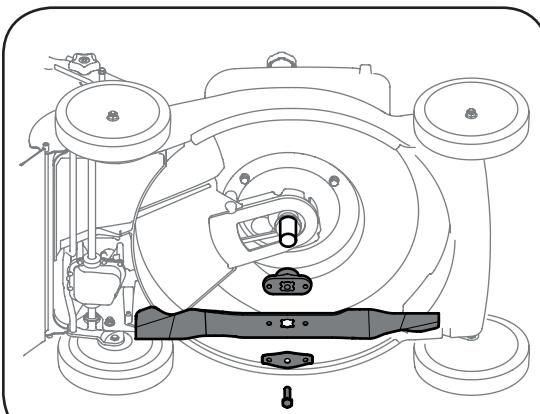

Figura 5-3: Quite el perno, soporte, cuchilla y adaptador para acceder a la cuchilla y componentes de abajo.
2. Retire del cigüeñal del motor el perno, el soporte de campana de la cuchilla, la cuchilla y el adaptador de la cuchilla, Figura 5-3.
4. Quite la cuchilla, el adaptador de cuchilla y partes metálicas asociadas, Figura 5-3.